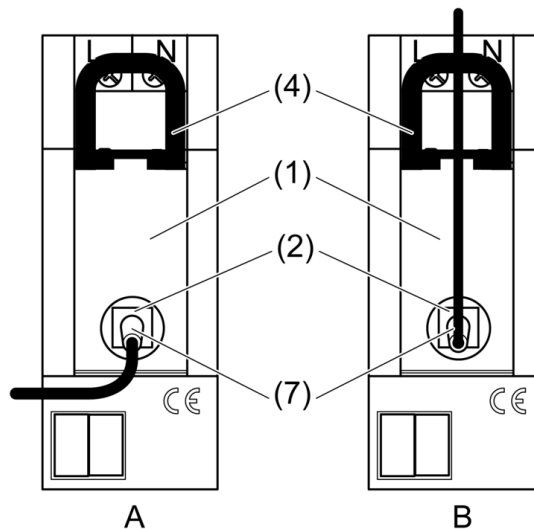

Bild 4
- Antennenstecker (7) in die SMB-Buchse (2) des Funkempfängers (1) stecken (Bild 4).
- Schwarzen Schieber (4) entriegeln durch Zug nach oben am Bügelende und Schieber herausziehen (Bild 4).
- Antennenstecker (7) in die SMB-Buchse (2) stecken.